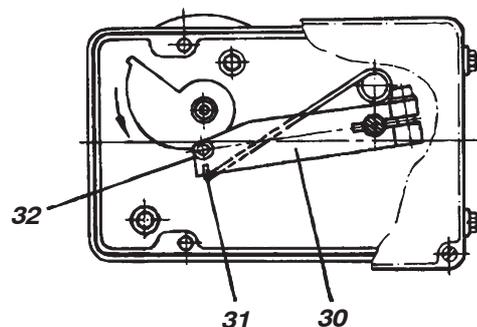

Fig. 17: Montaje del posicionador en el accionamiento orientable, alineación del disco dentado.
- f) Colocar el posicionador sobre la carcasa del juego de piezas adicionales. Enganchar el resorte 31 en el balancín 30 y colocar el rodillo de exploración 32 en el disco dentado (véase fig. 17).